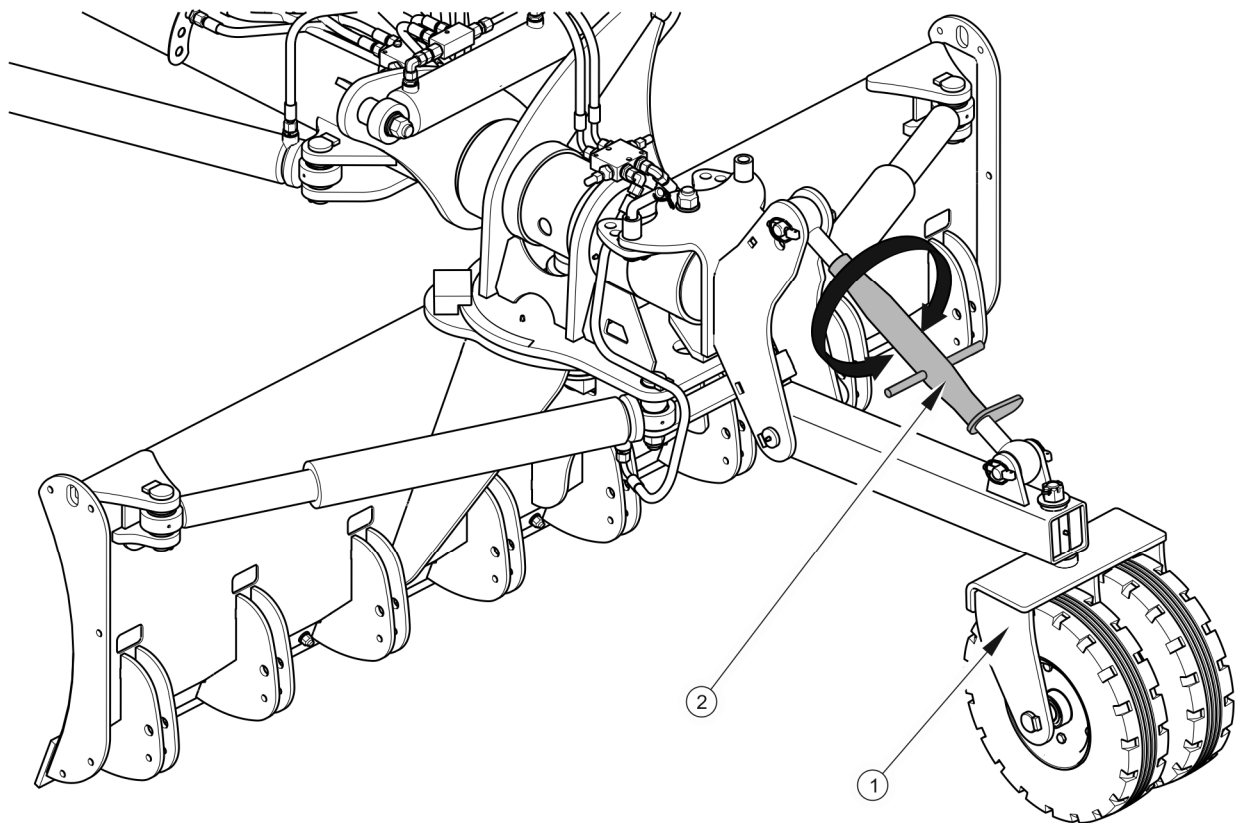

РИСУНОК 4.3 Налаштування робочої глибини
Регулювання робочої глибини грейдера здійснюється регулюванням висоти опорних коліс (1) за допомогою талрепу (2) - (РИСУНОК 4.3) При повороті талрепу опорні колеса піднімаються вгору, що збільшує робочу глибину грейдера. Послаблюючи талреп, зменшується робоча глибина.